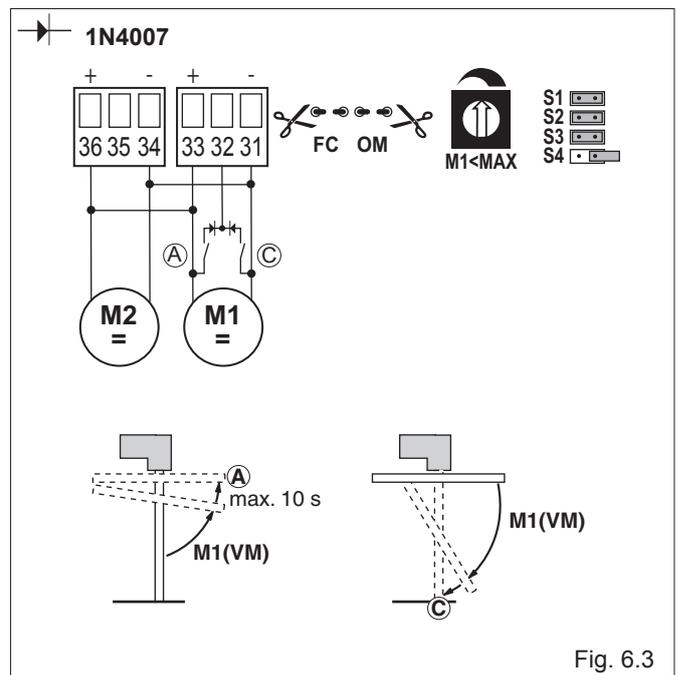

Fig. 6.3
**(Abb. 6.3) Verwendung mit Stopp-Endschalter**